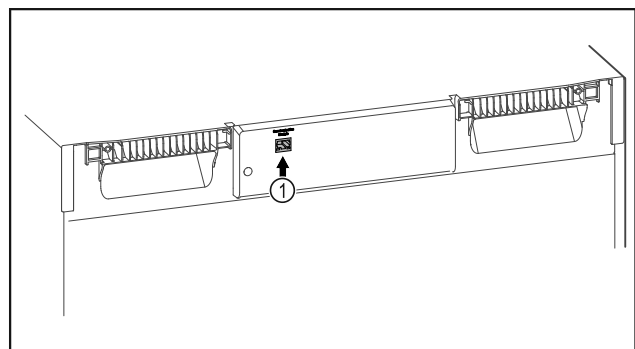

Fig. 131
- ❑ SmartModule Fig. 131 (1) este instalat.